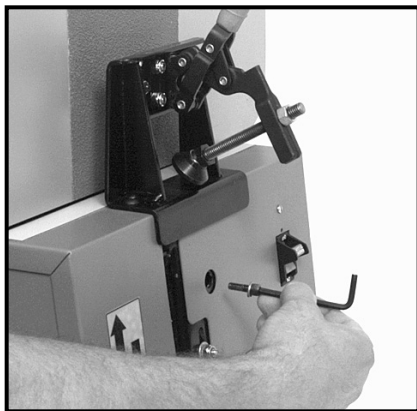

Fig. 9
1. Meta el tornillo de montaje del motor (de cabeza plana, $\frac{1}{4}$ "-20 \times $\frac{1}{2}$ " de largo) en la llave hexagonal de $\frac{5}{32}$ " (vea la Fig. 9).
2. Meta el tornillo por el agujero de acceso en la parte superior del armario (vea la Fig. 9), entonces métalo en el agujero en el soporte de montaje del motor. Detenga el tornillo y la llave hexagonal en esta posición.